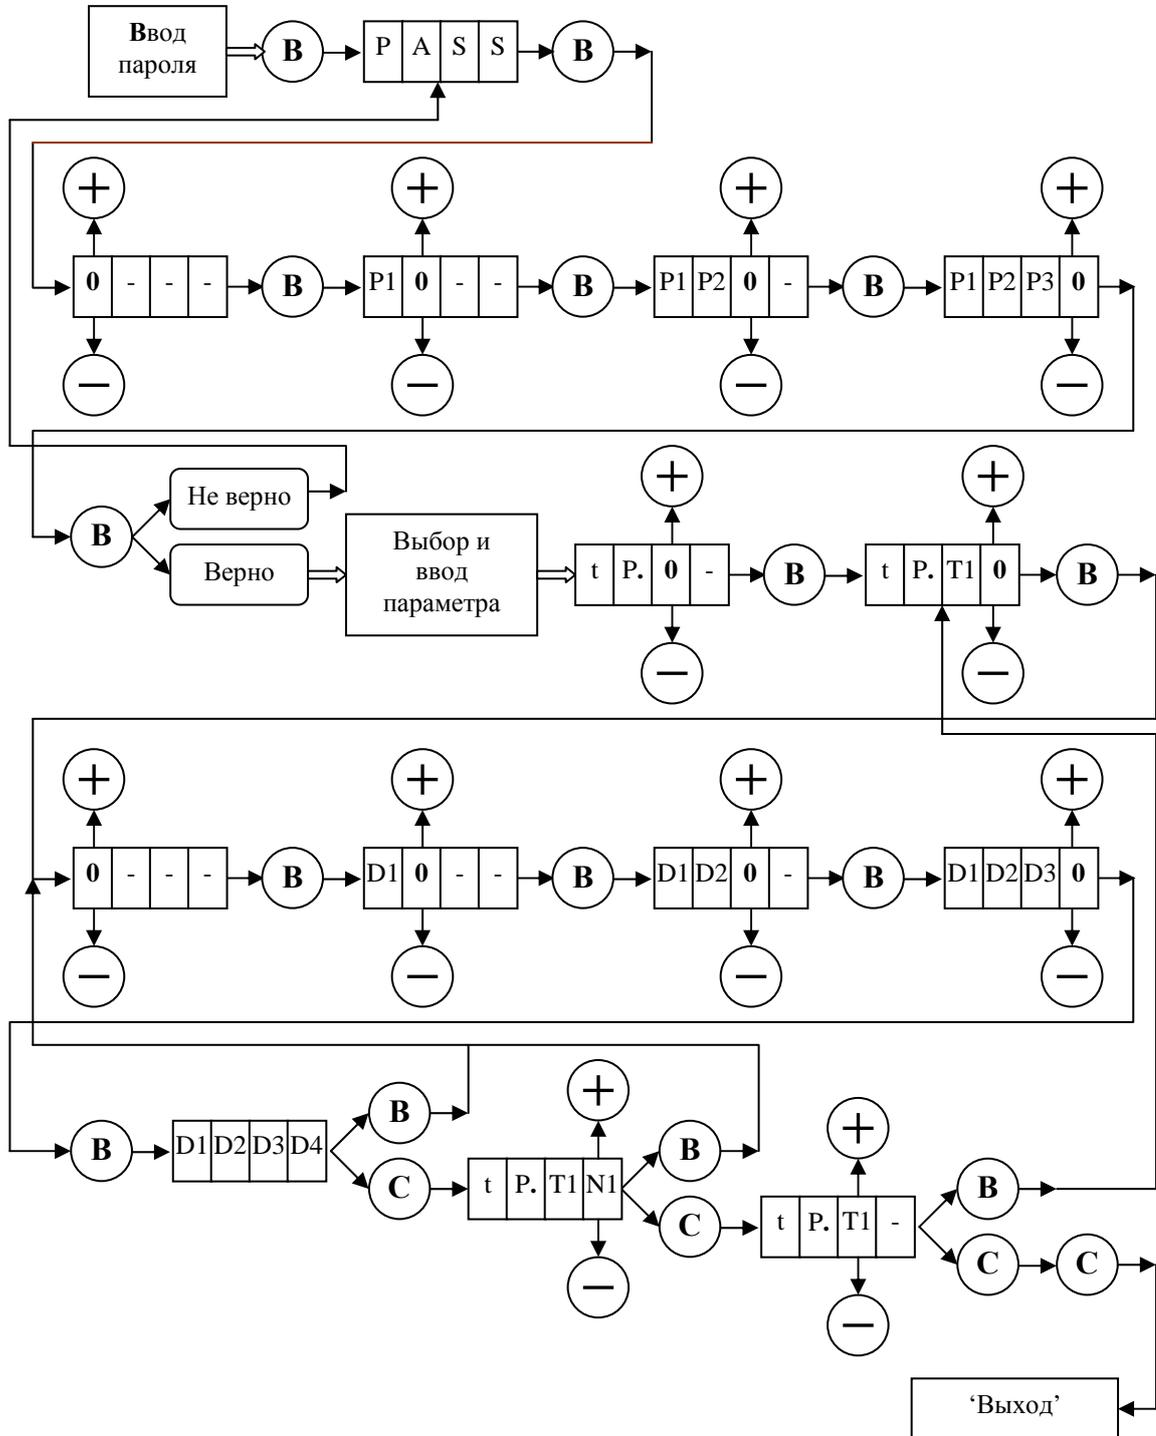

Рис. 2. Ввод параметров с помощью клавиатуры.
3.5.7.3. На **рис. 2** изображена диаграмма ввода параметров с помощью клавиатуры, где кружки с соответствующими надписями обозначают кнопки клавиатуры, причем буква **В** обозначает **ВВОД**, а буква **С** – **СБРОС**.